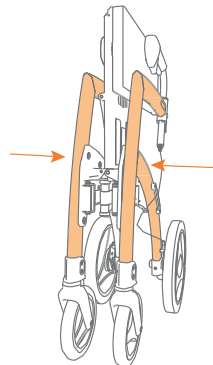

Figura 16: Empuje el marco más adentro.
- e. Empuje los lados del marco uno hacia el otro hasta que el andador esté completamente plegado (Figura 16).